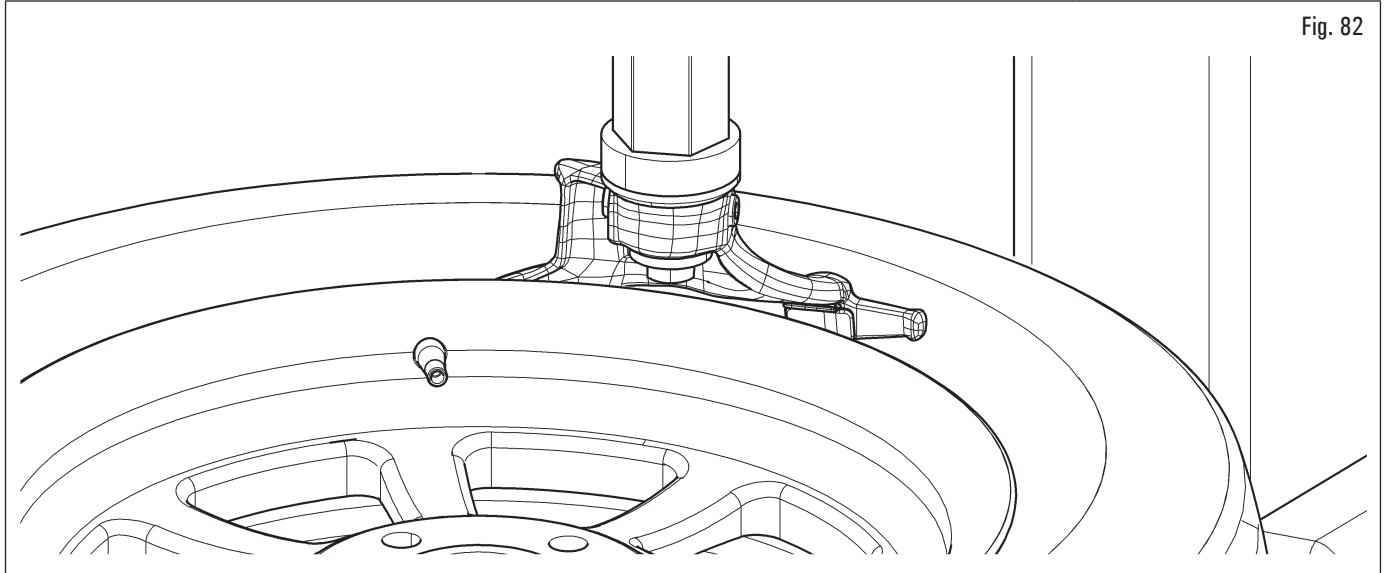

Fig. 82
2. gire el mandril autocentrante para llevar la válvula inmediatamente a la izquierda de la cabeza útil a las "11" (Fig. 82);